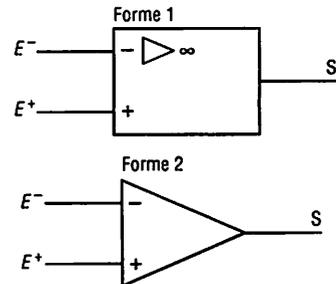

Fig. 5 : Symbole d'un amplificateur opérationnel (A.O.).
2.1. Présentation (symboles fig. 5)